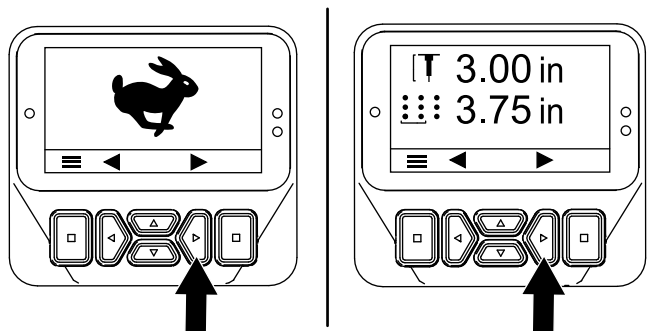
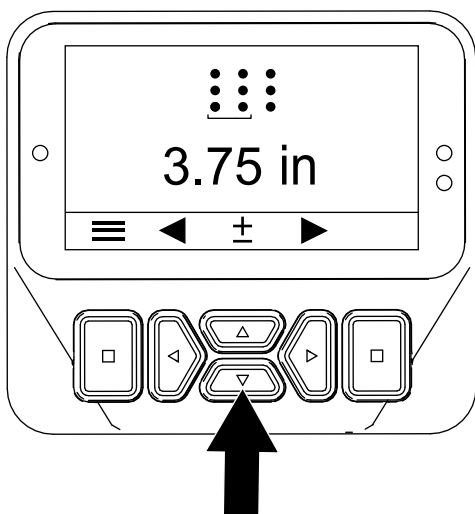

图 53
图 54
3. 按右侧按钮直至“设置打孔间距”屏幕显示 图 53 和 图 54。
4. 按照如下方式调节打孔间距 图 54